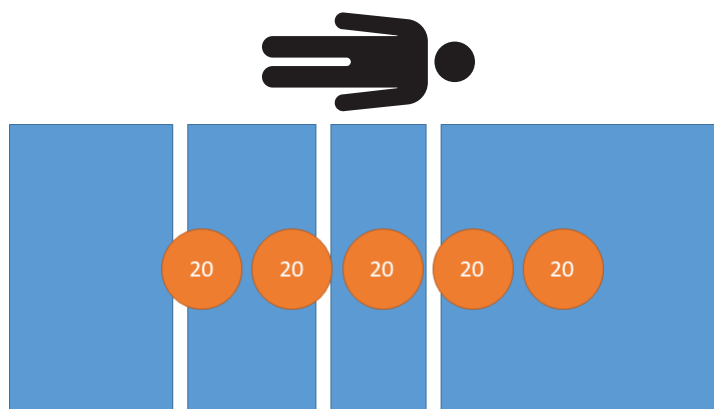

Figura 20 – Test de performanță de cântărire - 100 kg
3. Folosind greutăți calibrate, așezați 100 kg pe produs (Figura 20).
9. Folosind greutăți calibrate, așezați 100 kg pe produs (Figura 20).